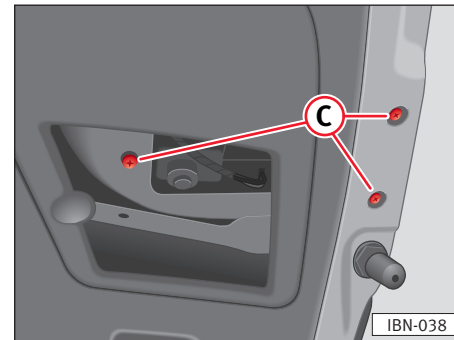

Abb.161
- Schrauben ⇒ Abb.161 (C) herausdrehen und Stecker abziehen.